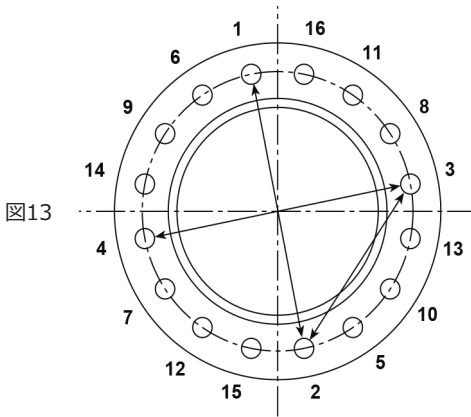

図13
5.3 漏れやガスケットの故障を防ぐためにベントコンデンサーが動作温度に達した後すべてのガスケットジョイントのボルトを締め直してください。再締め付けは、図13に示すように均一かつ正反対に千鳥状に6.6章「ボルト締め」に従って行う必要があります。
締め付けは図13に示すように対角のボルト順で均等に行ってください。